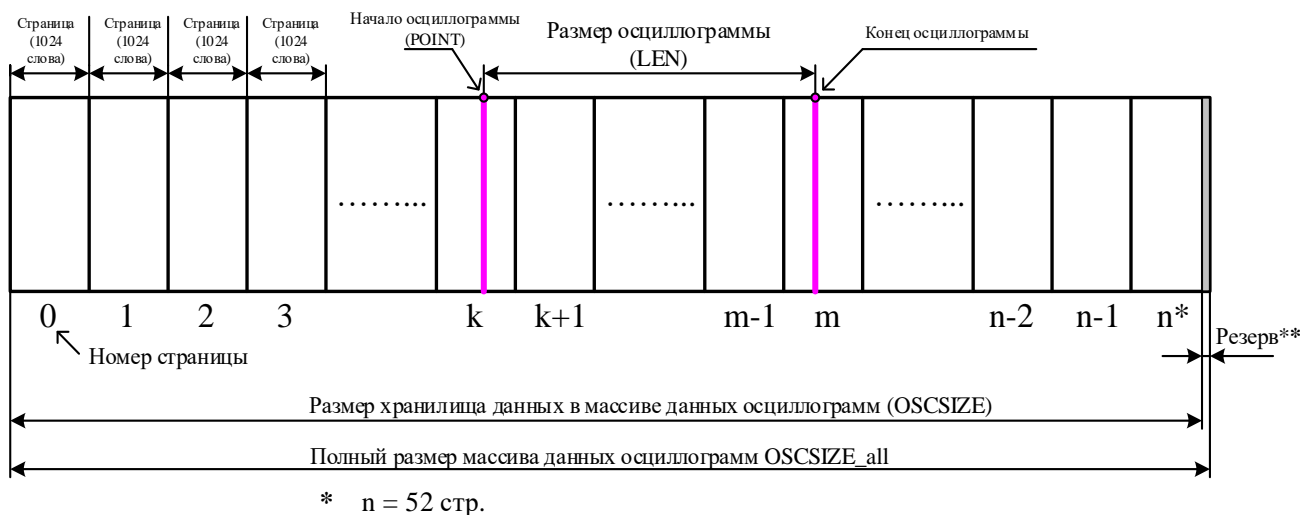

Рисунок 3.3
- определить адрес начала и окончания осциллограммы в массиве данных осциллограмм (рисунок 3.3);